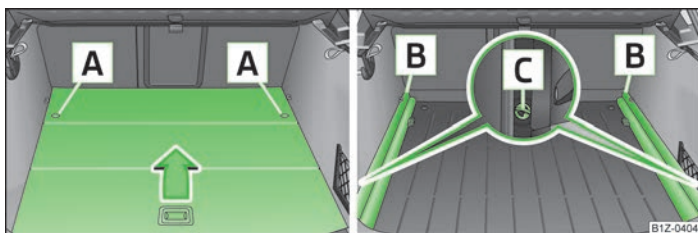

Fig. 58 Portbagajul: Demontarea podelei variabile/Demontarea șinelor de susținere
- ▶ Deblocați podeaua variabilă rotind inelul de siguranță **A** » fig. 58 spre stânga, circa 90°.